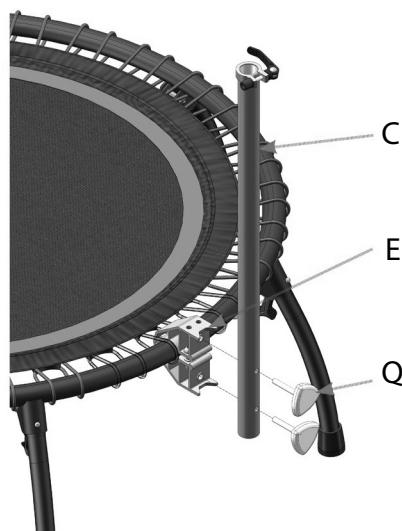

Abb. 4
Um das Halterohr an der Klemme (E) zu befestigen, verwenden Sie die Drehknöpfe (Q) (siehe Abb. 4).